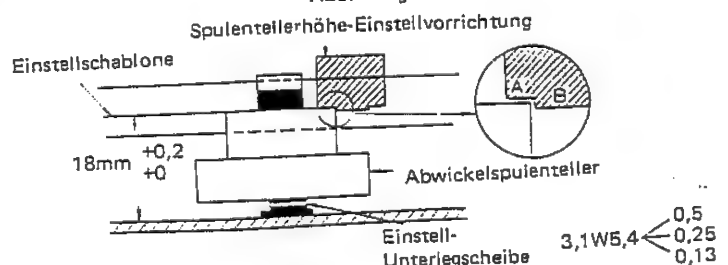

Abbildung 8.
2. Mit der Einstellvorrichtung für die Spulentellerhöhe überprüft man, ob Teil A in Abb. 8 niedrig ist und Teil B hoch. Falls diese nicht den vorgeschriebenen Werten entsprechen, stellt man die Höhe mit der Höhneinstell-Unterlegscheibe ein. Die Einstellung so vornehmen, daß das vertikale Spiel 0,1 bis 0,5 mm beträgt.